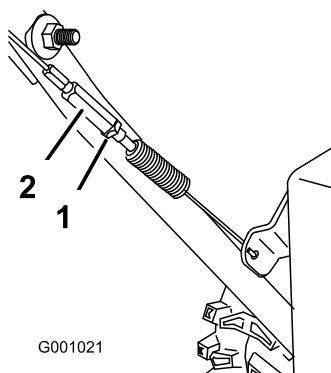

Figure 45
3. Resserrez l'écrou de blocage (Figure 45).